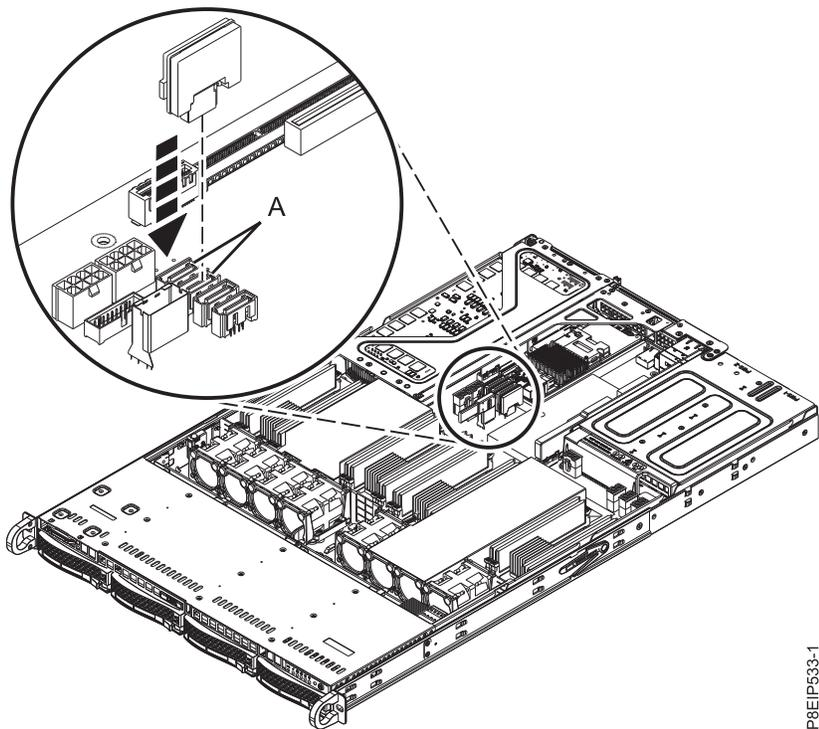

Figura 10. Instalando um DOM
2. Instale o DOM no painel traseiro do sistema, nas posições (A), conforme mostrado na Figura 10. Dependendo do modelo DOM, você também pode ter que conectar um pequeno cabo de energia para o DOM. Assegure-se de que ligar os conectores adequadamente.